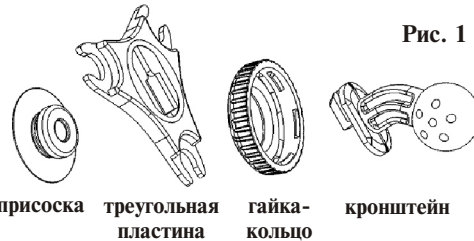

Рис. 1
1. Соберите кронштейн-стойку. Рис. 1.